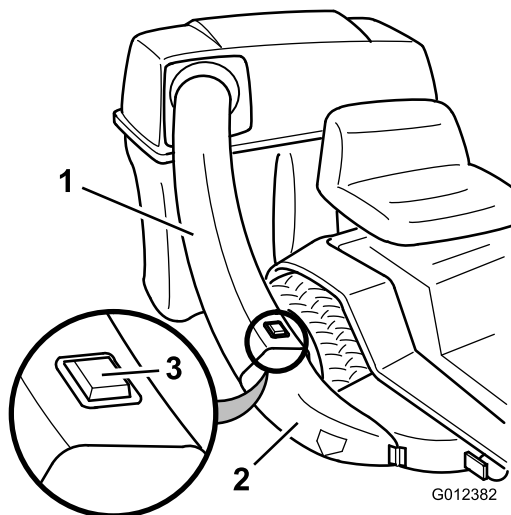

Figura 14
1. Inserite l'estremità curva del tubo di scarico nell'apertura prevista nel coperchio del sistema di raccolta (Figura 14).
2. Spingete l'estremità quadrata del tubo di scarico sull'estremità della guida di scarico, assicurandovi che la linguetta sulla guida scatti nel foro quadrato del tubo di scarico (Figura 14).